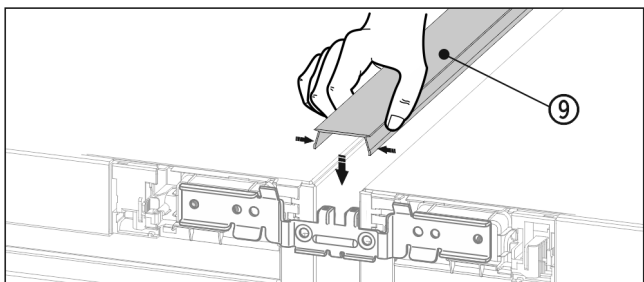

Fig. 26
- ▶ Sur le côté supérieur, pousser la baguette Fig. 26 (9) courte dans la fente horizontale.